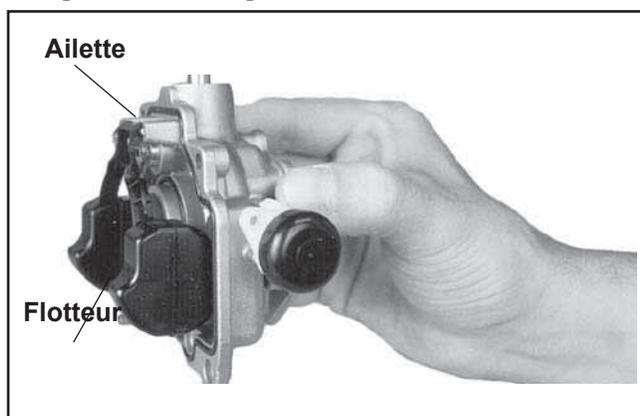

Figure 5-10. Réglage du flotteur du carburateur.
- Garder le corps supérieur du carburateur de sorte que le groupe du flotteur soit suspendu en vertical et soit posé légèrement contre le pointeau d'entrée du carburant. Le pointeau d'entrée du carburant devrait être complètement en position, mais l'extrémité du pointeau ne doit pas être baissée. Voir la Figure 5-10.